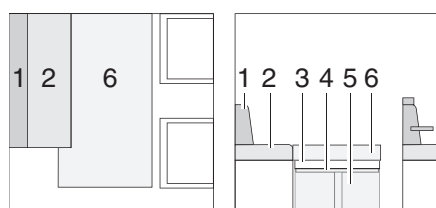

Fig. 63 Dopo la trasformazione (letto supplementare)
- Collocare il cuscino aggiuntivo (Fig. 63,6) sul tavolo e sulla prolunga del letto.